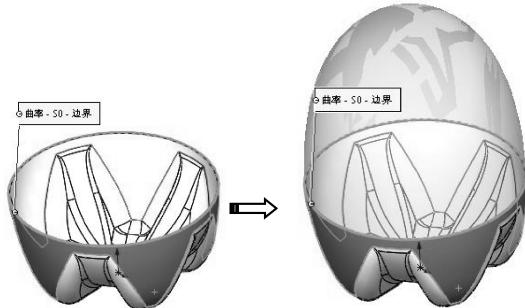

图 4-27 生成的填充曲面
- 03 单击【确定】按钮 ，生成填充曲面，如图 4-27 所示。